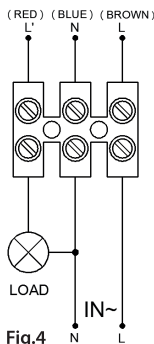

Fig.4
4. Effettuare i collegamenti elettrici seguendo lo schema di collegamento (Fig.4).
4. Make the electrical connections following the wiring diagram (Fig. 4).